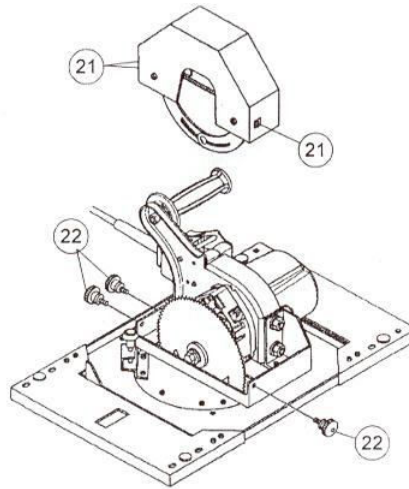
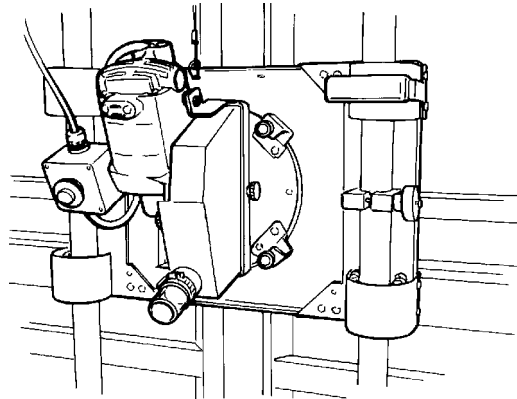

РИС. 6. Установка защитного кожуха пильного диска (модели станков: C4, C5, H4, H5, H6, H7)
РИС. 7. Установка защитного кожуха пильного диска (модели станков: 6400, 6800)
Защитный кожух (см. РИС. 6 или РИС. 7) пильного диска находится в коробке с маркировкой "Saw Motor". **Никогда не работайте на станке без установленного пильного диска. Это может привести к серьезным травмам.** В зависимости от модели, защитный кожух поставляется с двумя или тремя барашковыми винтами с красной головкой (22). Снимите гайки для установки защитного кожуха. Не забудьте оставить резиновые шайбы на винтах, так как они препятствуют произвольному скольжению фиксирующих гаек.
Прикрепите защитный кожух к пильному узлу, как показано (21) на РИС. 6 и РИС. 7.